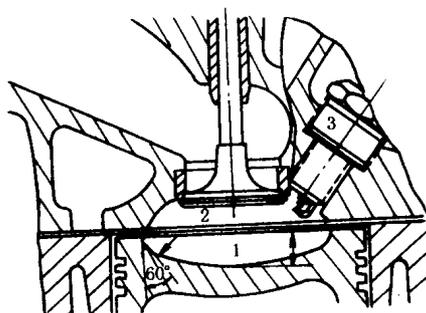

图 1-1 燃烧室结构
(3)燃烧室。JV 型发动机采用了热效率很高的扁球形燃烧室,见图 1-1。它是由气缸盖上的燃烧室和活塞顶部的燃烧室共同组成的。火花塞座孔位于燃烧室中心的附近,这有利于火焰的均匀传播而距离最短,可减少爆震。